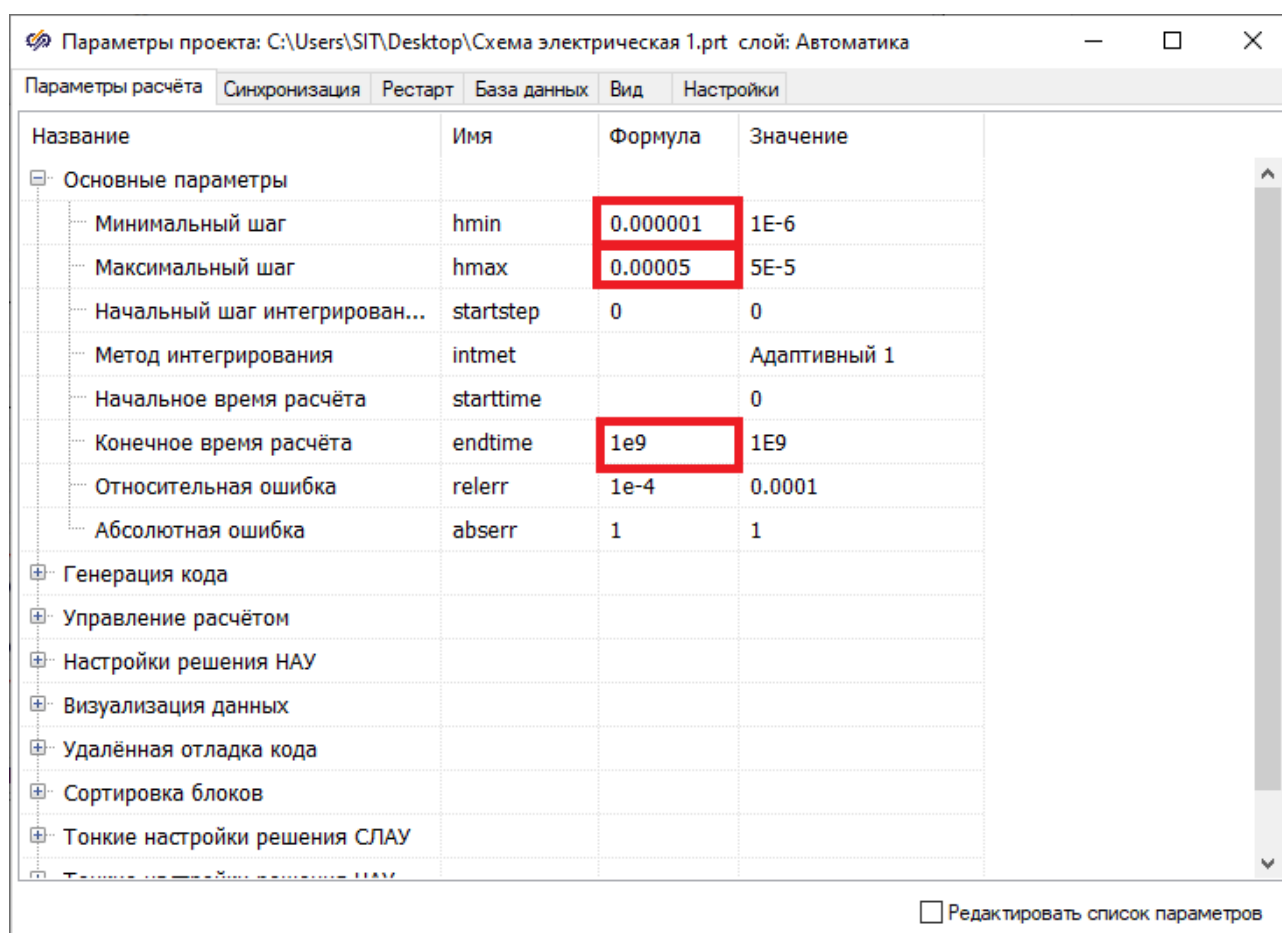

Рисунок 3.6.1. Окно «Параметры проекта» – вкладка «Параметры расчета».
- 2) В появившемся окне параметров проекта на вкладке «**Параметры расчета**» установите новое значение свойства «**Конечное время расчета**» (Рисунок 3.6.1):